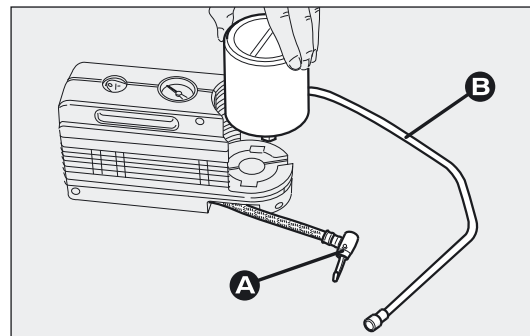

fig. 163
- ☐ maak de koppeling A-fig. 163 los;